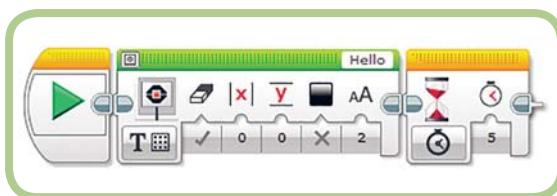

Рис. 2.14. Блок **Ожидание** (Wait), приостанавливающий выполнение программы на пять секунд
- По умолчанию блок **Ожидание** (Wait) приостанавливает выполнение программы на одну секунду. Чтобы успеть прочитать текст на экране, измени значение под небольшим значком в виде часов с 1 на 5. Это приостановит выполнение программы на пять секунд. Блок **Ожидание** (Wait) с измененным параметром показан на рис. 2.14.